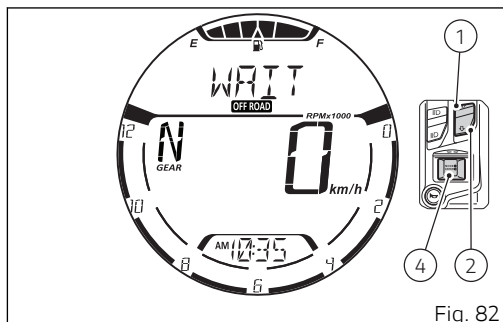

Fig. 82
Al presionar el pulsador (4), en el display aparece durante 2 segundos la inscripción "WAIT" en lugar de "ABS: ON" (Fig. 82).